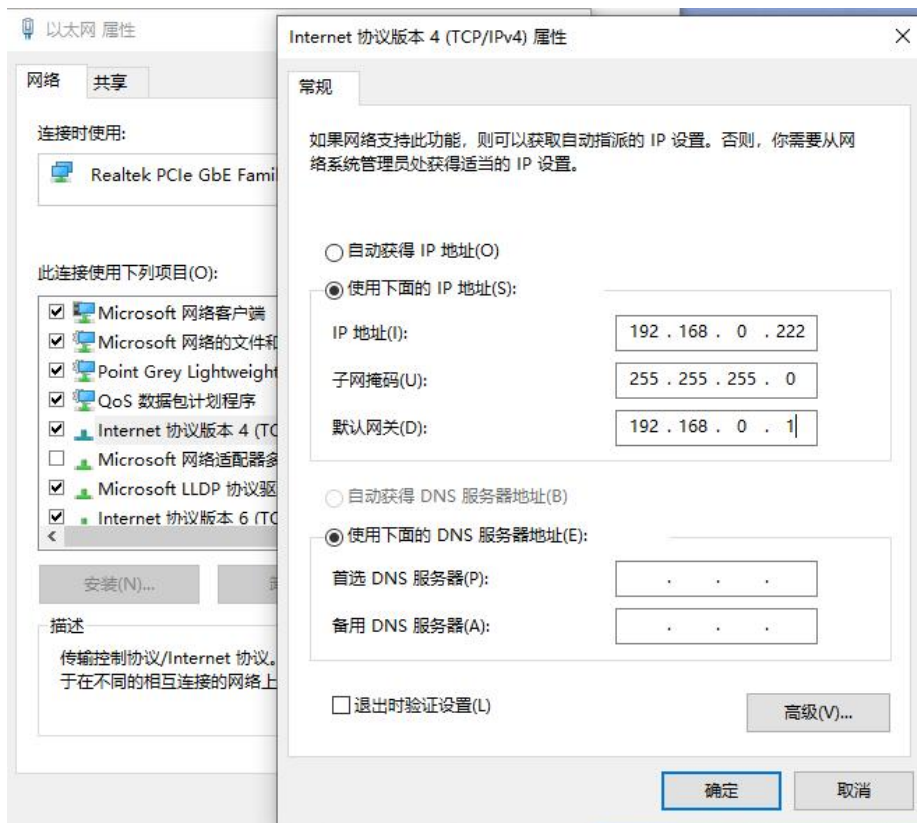

图 9 PC 端 IP 设置
- ① 在您的电脑上打开“本地连接”，然后单击“属性”；
- ② 选择“Internet 协议版本 4 (TCP/IP 4 )”；
- ③ 单击“属性”按钮；
- ④ 选中“使用下面的 IP 地址：”，以便手动分配 IP 地址；
- ⑤ 分配 IP 地址为 192.168.0.x (x 不能为 10，因为 192.168.0.10 已经分配给激光器)，然后分配子网掩码地址，默认为 255.255.255.0；
- ⑥ 单击“确定”按钮确认设置并退出，详细操作见图 9。